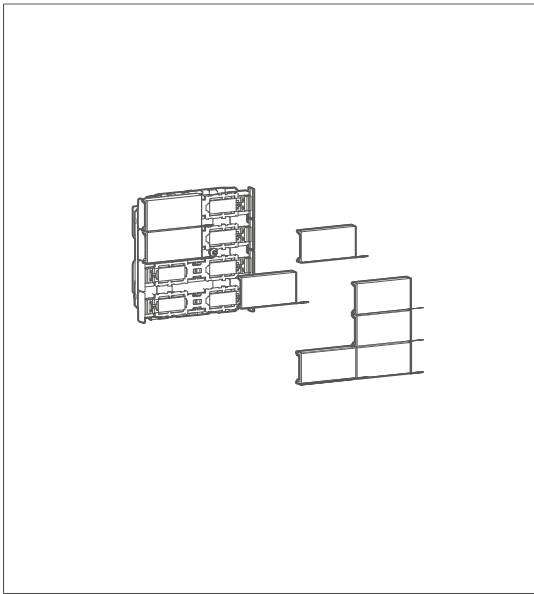

Bild 11: Tasten aufstecken
- Tasten aus das Tastsensormodul aufstecken (Bild 11).